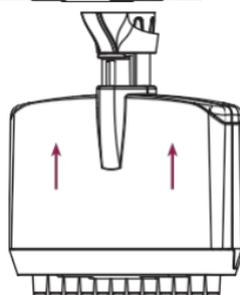

Imagen 2
2. Presione y empuje hacia arriba desde el lateral para abrir la tapa frontal. (imagen 2).